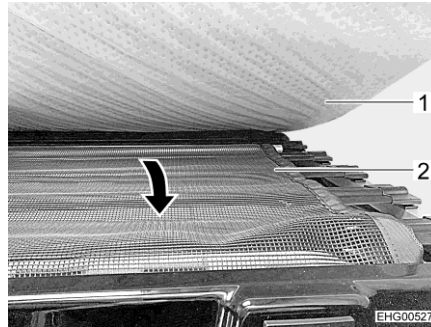

Fig. 57 Red de seguridad
- Extraer la red de seguridad (Fig. 57,2) de debajo del colchón (Fig. 57,1) y extenderla sobre el orificio de acceso.